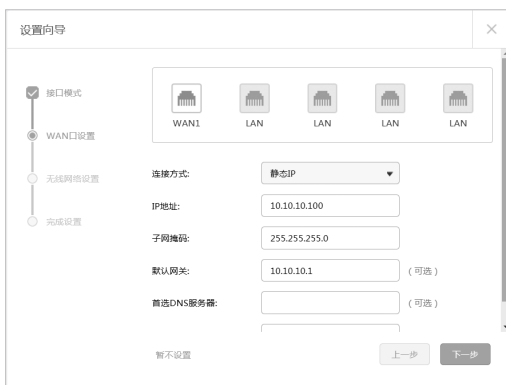

图6-5 WAN口设置-静态IP
- 3) 如果连接方式为“静态IP”，即拥有网络服务商提供的固定IP地址，则需要填写IP地址、子网掩码、网关地址和DNS服务器等内容，如图6-5所示。